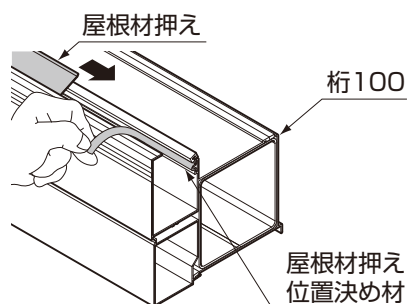
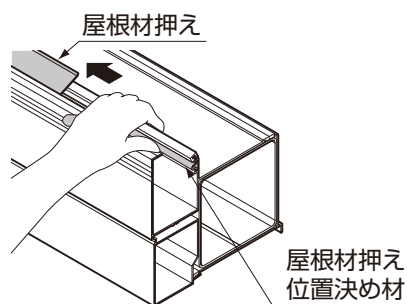

図13-10
図13-13
- ④アタッチメント、雨樋ジョイナーを接着剤で接合してください。
- ⑤桁に④が取り付けづらい場合は、屋根材押え位置決め材を外し、屋根材押えをずらしてください。(図13-10参照)
- ⑥④とアタッチメントパッキン、アタッチメントプレートを【12-1】で取付けてください。
- ⑦アタッチメントプレートの回りにシーリングしてください。
- ⑧ずらした屋根材押えを元の位置に戻してください。(図13-13参照)
- ⑨外した屋根材押え位置決め材を取付けてください。